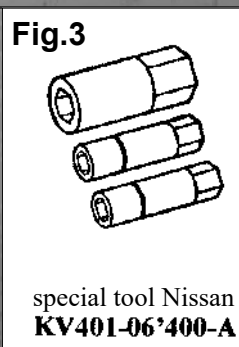

Fig.3
1. Pour le (dé)montage des amortisseurs, il convient d'utiliser le set d'outillage spécial KV401-06'400-A. (Voir fig. 3)